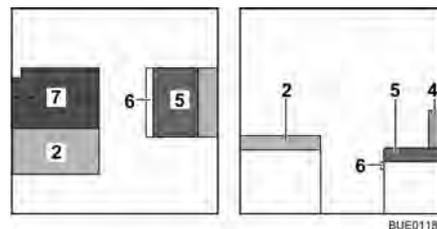

Fig. 115 Pendant la transformation
- Relever le coussin supplémentaire (Fig. 115,7) et le placer sur la table.